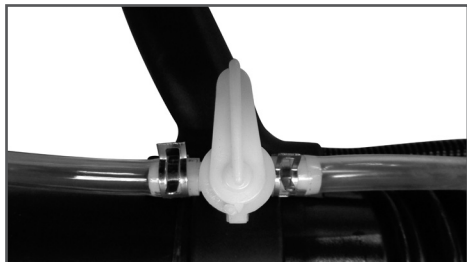

Рис. 8 Установка шлангов на штуцеры запорного крана
8. Установите шланги подачи жидкости на штуцеры запорного крана и закрепите их хомутами (Рис. 8).